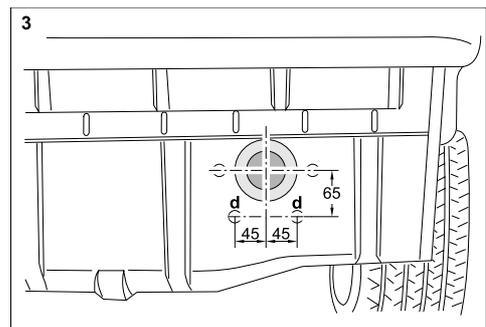

Bild 3 : Bohrungen Heckblech rechts und Dichtring
- 6.) Erforderliche Bohrungen in Heckblech bei "d" im Bereich unterhalb der rechten Pralldämpferöffnung anzeichnen und mit \varnothing 14 mm bohren (siehe Bild 3).
- 7.) Heckblech im Bereich um rechte Pralldämpferöffnung reinigen und beiliegenden Schaumstoffdichtring um Öffnung aufkleben; siehe Bild 3.
- 8.) Gegenlagen (3) von hinten in Karosserielängsträger einführen und mit Verstärkungswinkel links (4) und rechts (5) mit Bundmuttern M 10 von unten lose verschrauben.
- 9.) Längsstreben links (2) und rechts (6) ebenfalls in Karosserielängsträger einführen und mit Sechskantschrauben M 10 x 30 und Scheiben 25 x 10,5 x 3 von oben lose mit der Karosserie verschrauben.